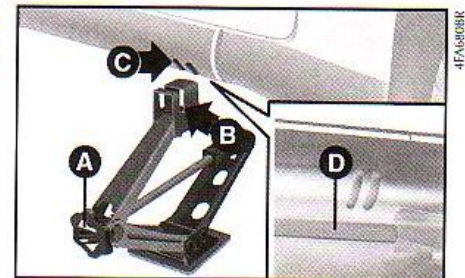

fig. 5
2) Girar a manopla de manobra **A-fig. 5** do macaco de modo a abri-lo parcialmente.